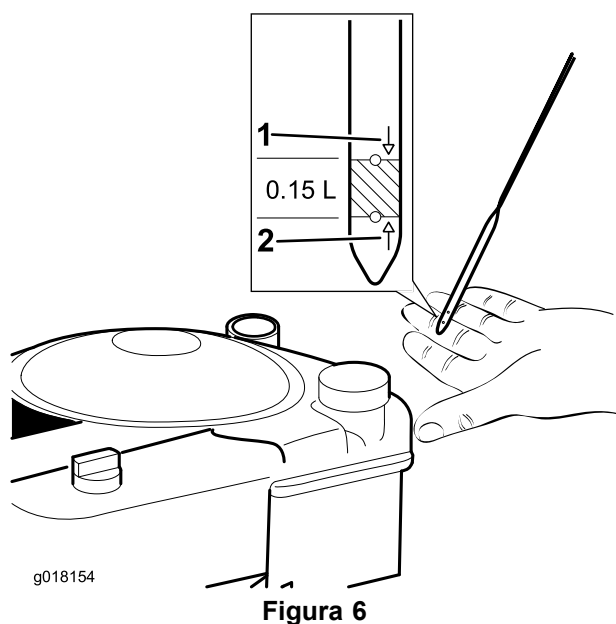

Figura 6
1. Togliete l'asta di livello (Figura 6).
2. Versate **lentamente** dell'olio nel tubo di riempimento, attendete 3 minuti poi controllatene il livello con l'apposita asta: pulite l'asta e inseritela completamente nel tubo (Figura 6)
3. Riempite di olio il motore fino a quando l'asta indica che il livello dell'olio motore è corretto, come illustrato in Figura 6.